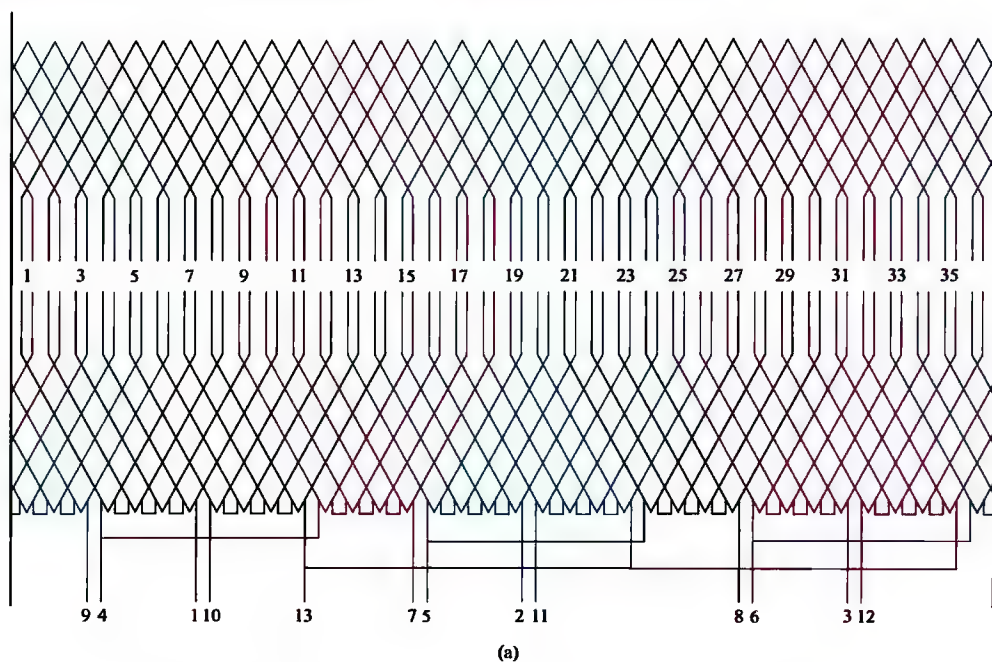

图 2-28 36 槽 6/4/2 极、3Y/△/△接法绕组（一）
28. 36 槽 6/4/2 极、3Y/△/△接法绕组展开图、接线圆图与接线简图（见图 2-28）